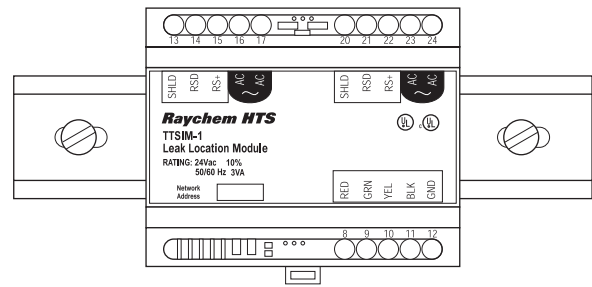

図 1. DIN レール取付
- ・注意：正しい方向に取付けられていれば、上側には 2 つの端子ブロックが下側には 1 つの端子ブロックがあります。図 1 を参照してください。